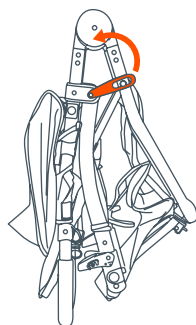
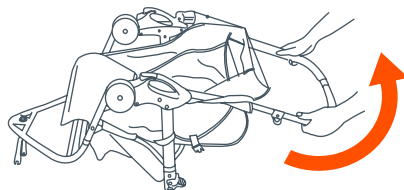

Fig. 1a
Fig. 1b
- 1) • Destrahe la palanca de liberación (Fig. 1a) y despliegue el armazón del carrito tirando hacia arriba del manubrio del carrito hasta que se trabe el armazón (Fig. 1b).